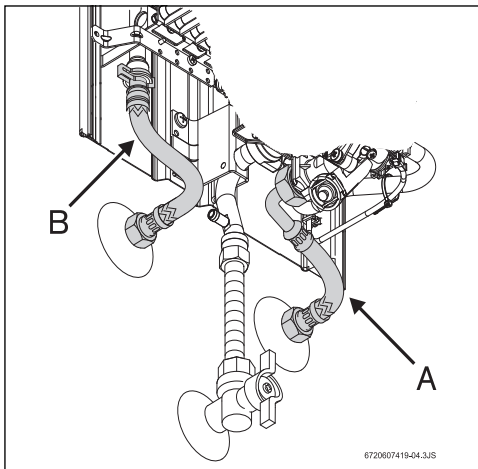

Fig. 11 Raccordement d'eau
- Identifier le tuyau d'eau froide (Fig. 11, [élément A]) et le tuyau d'eau chaude (Fig. 11, [élément B]), afin d'éviter l'éventualité d'une fausse connexion.